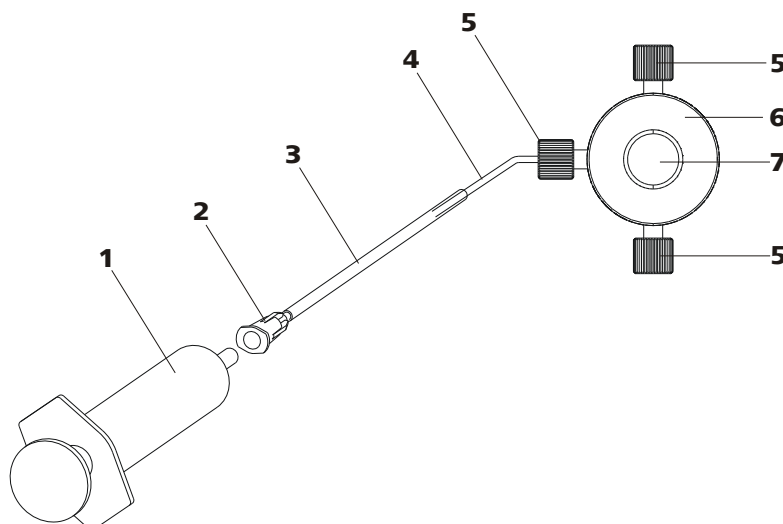

Figura 23 Purga de la bomba de alta presión
Purgue la bomba de alta presión como se indica a continuación (véase Figura 23, página 45):
- Inserte la jeringa (23-1) en el conector Luer (23-2) de la cánula de purgado (véase Figura 23, página 45).